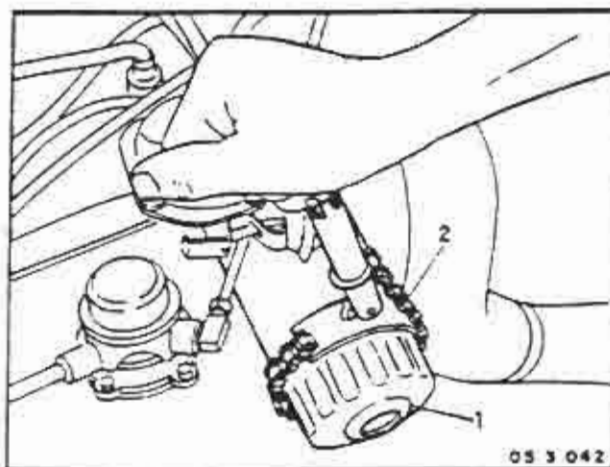

FIGURA 4
1. Remover o filtro de óleo lubrificante (1), desenroscando-o do bloco do motor. Se for necessário, usar a cinta de remoção (sacador) (2) código 2692-806-045 (figura 4).
1. Remover o filtro de óleo lubrificante (1) usado, se for necessário, a partir da remoção (sacador) código 2690-000-045 (figura 4).
2. Verificar se a válvula de alívio (2) está rachada ou quebrada. Em caso afirmativo, remover a válvula com auxílio de uma chave de fenda.